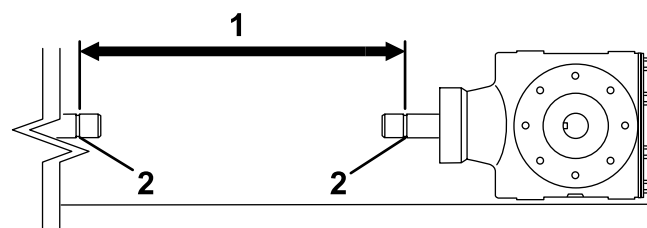
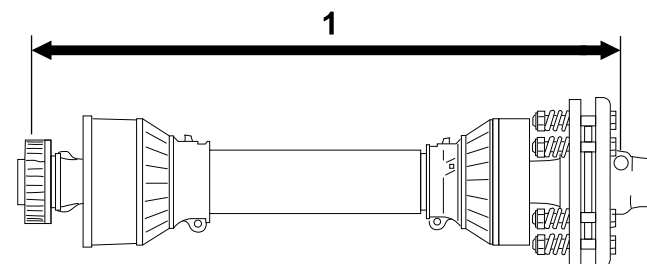

Рисунок 14
Рисунок 15
5. Измерьте расстояние от стопорной канавки на хвостовике ВОМ тягового блока до стопорной канавки на валу редуктора аэратора (Рисунок 14).
6. Измерьте расстояние от центра шарика стопорного штифта на хвостовике ВОМ до центра стопорного штифта на другом конце (Рисунок 15).
7. Используя меньший из результатов двух измерений на Рисунок 14 и Рисунок 15, вычтите это расстояние из расстояния на Рисунок 15. Пример: 81 см минус 67 см равно 14 см.